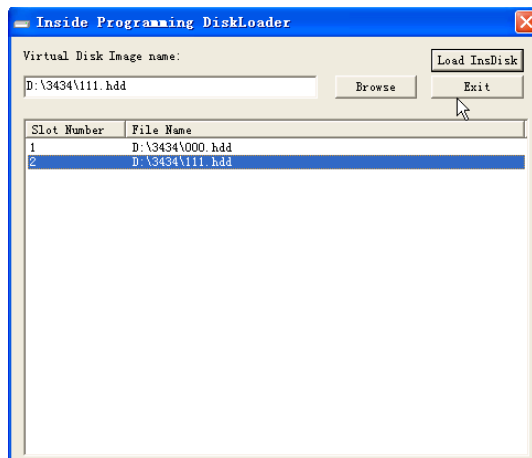

图 5-102 转为虚拟磁盘
- (3) 将前面创建的磁盘转为虚拟磁盘，如图 5-102 所示。